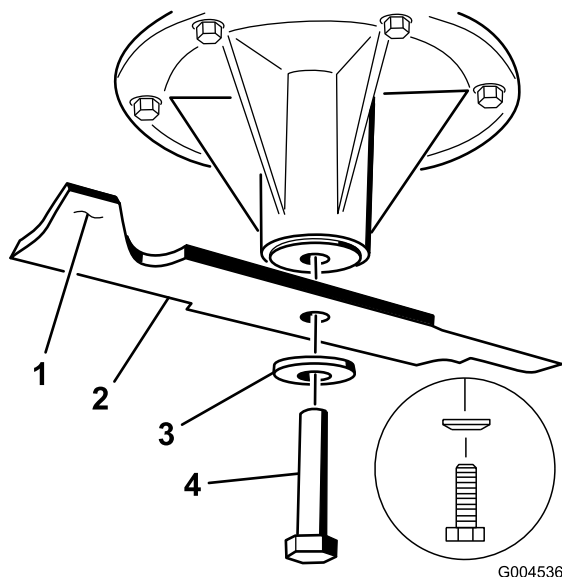

Figure 76
relevée seulement (Figure 76). Répétez la procédure jusqu'à ce que la lame soit équilibrée.
1. Placez la lame sur l'axe (Figure 76).
2. Installez la rondelle élastique et le boulon de la lame. Le cône de la rondelle élastique doit être dirigé vers la tête du boulon (Figure 76). Serrez le boulon à un couple de 115 à 150 Nm (85 à 110 pi-lb).